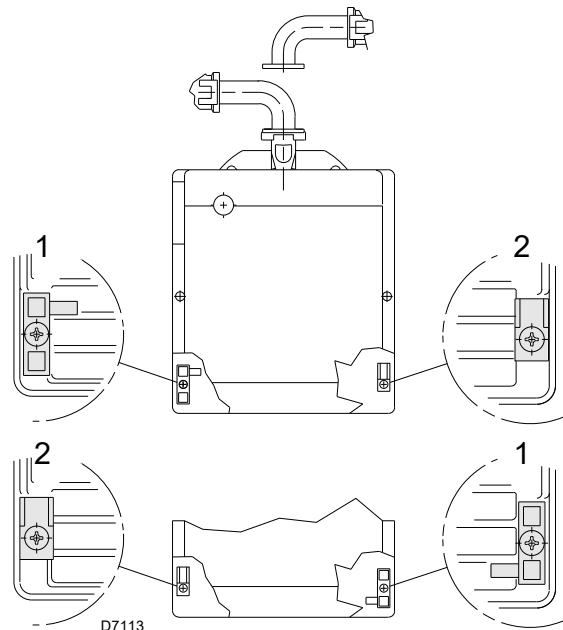

Fig. 15
La entrada de los cables de alimentación de la rampa de gas puede estar a la derecha o a la izquierda del quemador (Fig. 15). Según la posición de entrada, se deberán invertir el sujetador de cable con toma de presión (1) y el sujetador de cable (2).